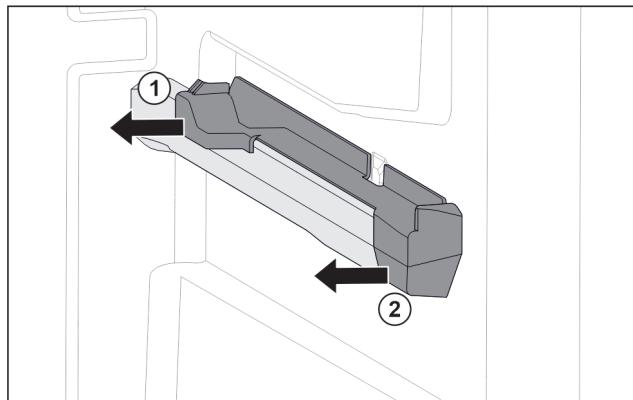

Fig. 75 Násuvný diel na pravom rebre nádoby
- ▶ Stiahnite násuvný diel vzadu do strany. Fig. 75 (1)
- ▶ Stiahnite násuvný diel vpredú do strany. Fig. 75 (2)